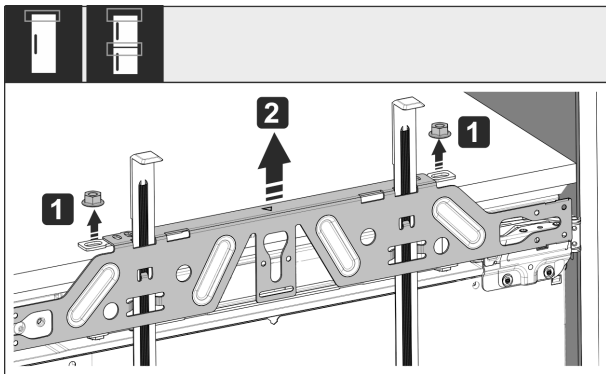

Fig. 57
- ▶ Kontermuttern Fig. 57 (1) lösen.
- ▶ Befestigungstraverse Fig. 57 (2) abnehmen.